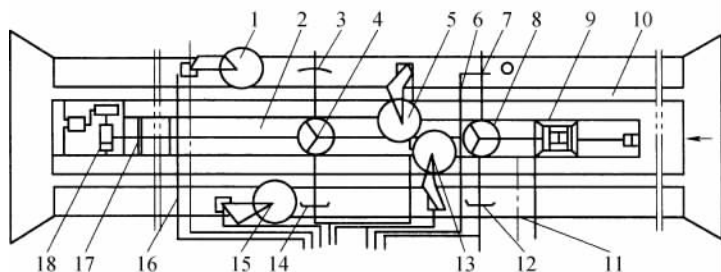

图 1-4 直通式综合洗车台
(1) 基本结构 直通式综合清洗设备主要由洗车台、泵房、冲洗和刷洗装置组成。图 1-4 是一种典型的直通式综合洗车台的主要设备和布置。
如图 1-4 所示,清洗车辆由小车 9 牵引,小车用电动机经减速器由绞盘 18 拖动,移动速度为 7 m/min 。整个洗车作业由时间控制器自动控制。